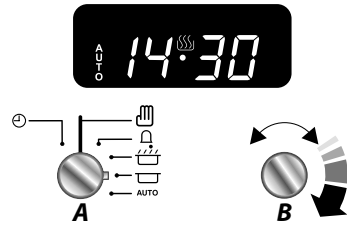

Fig. 3.4
3. Tournez le bouton de la minuterie (A) sur le réglage Auto (H) (Fig. 2.27). L'affichage indique alors l'heure actuelle, le symbole Cuisson et le mot « AUTO » (Fig. 3.4).